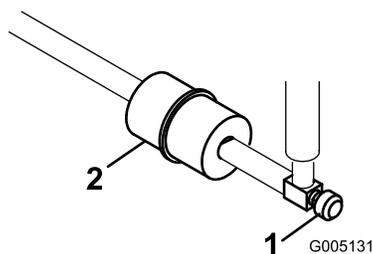

Figura 41
El filtro de combustible en línea se encuentra en el tubo de combustible, entre el depósito de combustible y el carburador (Figura 41).
1. Cierre la válvula de cierre del combustible (Figura 41).
2. Coloque un recipiente debajo del filtro, afloje la abrazadera en el lado del carburador del filtro y retire el tubo de combustible del filtro (Figura 41).
3. Afloje la otra abrazadera y retire el filtro (Figura 41).